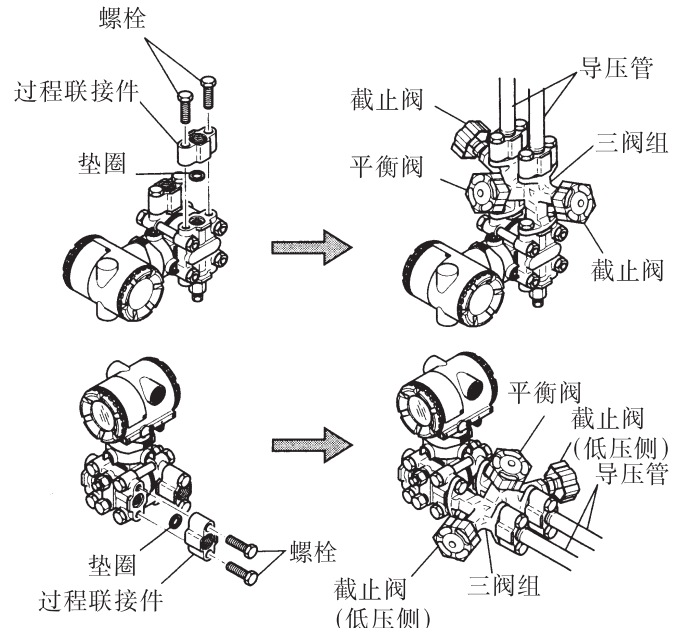

图 5.1.1c 三阀组(直接连接型)
■直接型(图 5.1.1c)
①把三阀组安装在变送器上。(固定时请用附带在三阀组上的 2 个垫圈和 4 个螺栓。拧紧螺栓，用力要均等。)
②在三阀组多支管的上部(接导压管侧)装上过程接头和过程接口垫圈并紧固。